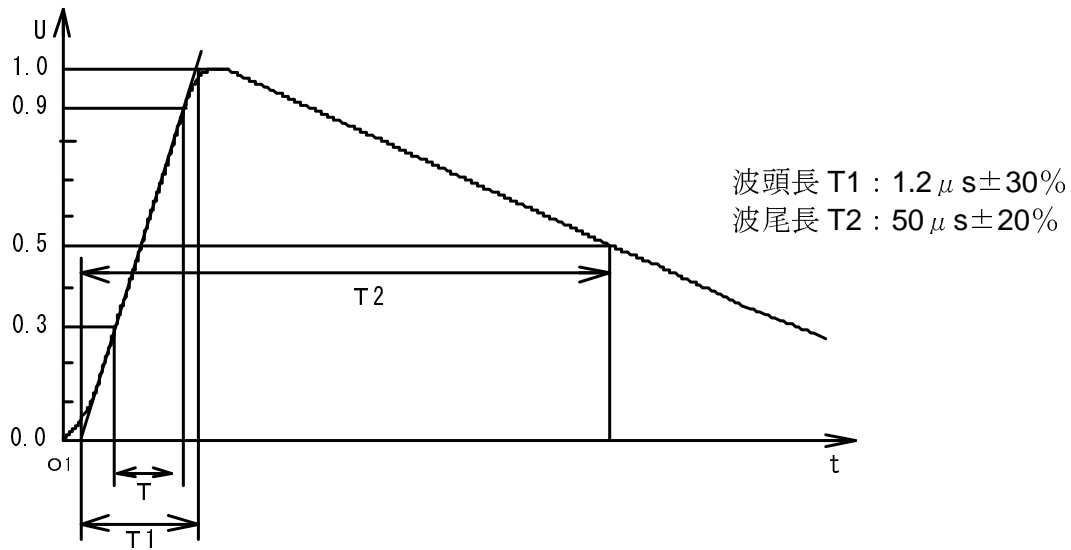

図 24
5. 電圧サージ試験を実施するときの要領で設定電圧を 10kV に上げたらトリガースイッチ⑦を ON にしてサージを出力し、オシロ上の波形が仕様に合致していることを確認します。
6. 波形は、図 24 のような形で観測できます。波形細部の確認は、JEC-212 規格書を参照願います。